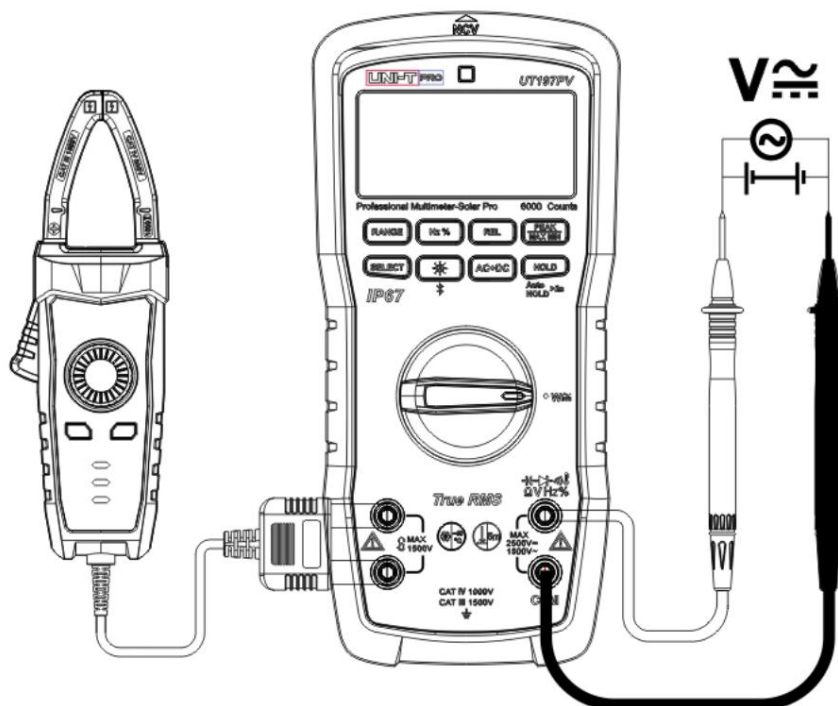

Figura 14
11. Măsurarea puterii AC/DC (Figura 14)